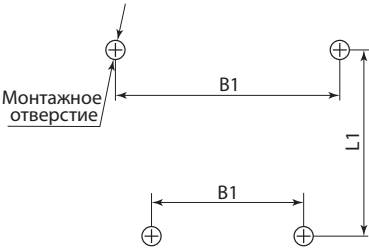

Рисунок 1. Установочные размеры вакуумных контакторов КВТ-1,14
2.2. Габаритные и установочные размеры (рисунок 1) приведены в таблице 2.
\*См. рисунок 1.